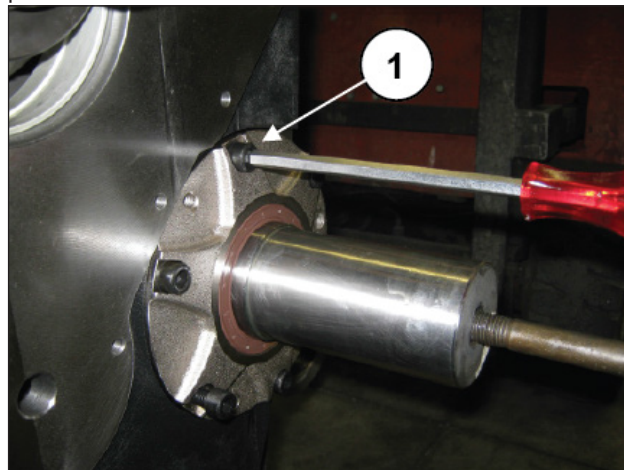
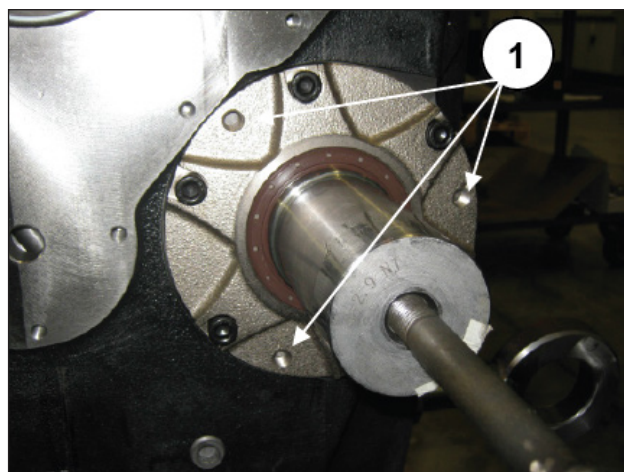

Fig. 9
Fig. 10
Aflojar los tornillos de fijación de la tapa del cojinete PTO derecho e izquierdo (pos. ①, Fig. 9) y extraer las dos tapas del eje PTO con sus juntas. Para facilitar el desmontaje, los orificios M8 (pos. ①, Fig. 10) con extractores o con la herramienta de percusión.